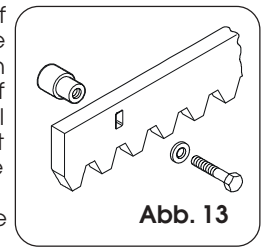

Abb. 13
4.4.1. ZAHNSTANGE AUS STAHL ZUM ANSCHWEISSEN (Abb. 13)